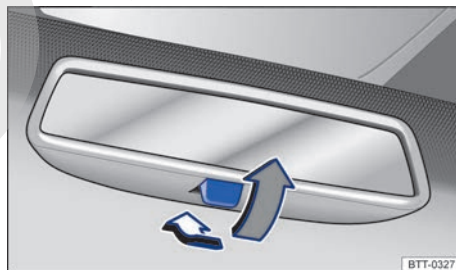

Fig. 95 En el parabrisas: retrovisor interior antideslumbrante manual.
- Para oscurecer el retrovisor, tire de la palanca hacia atrás → fig. 95.